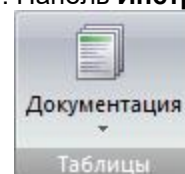

Рис. 85. Панель **Таблицы**
- **Таблицы** (рис.85) – вывод на экран численного представления результатов, а также запуск режимов для формирования отчета и пояснительной записки.